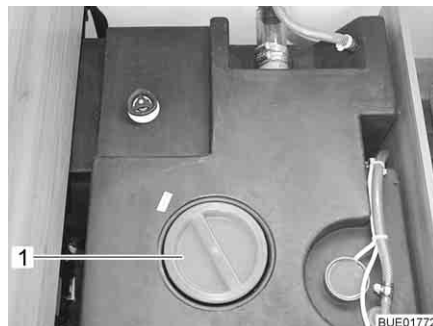

Fig. 179 Apertura per la pulizia sul serbatoio dell'acqua
- Staccare il coperchio (Fig. 179,1) del serbatoio dell'acqua.